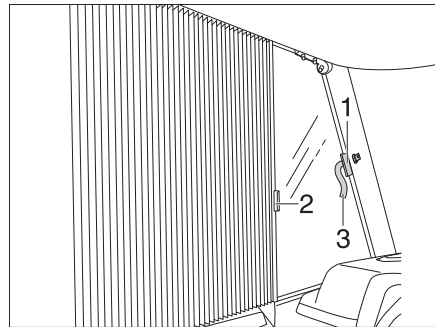

Fig. 12 Fixer le dispositif occultant plissé pour la fenêtre côté conducteur/passager
- Pousser les dispositifs occultants plissés pour les fenêtres côté conducteur et passager en dessous des recouvrements avec les poignées (Fig. 12,2) et les fixer avec les boucles de fermeture Velcro (Fig. 12,1 et Fig. 12,3). Le dispositif occultant plissé est bloqué.